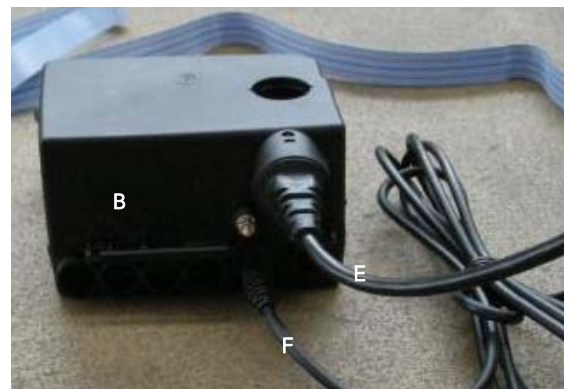

Bild 3
2. Schritt Bild 3
- Stromanschlusskabel (E) an Steuerkasten (B) anschliessen
- Verbindungskabel (F) an Steuerkasten (B) anschliessen